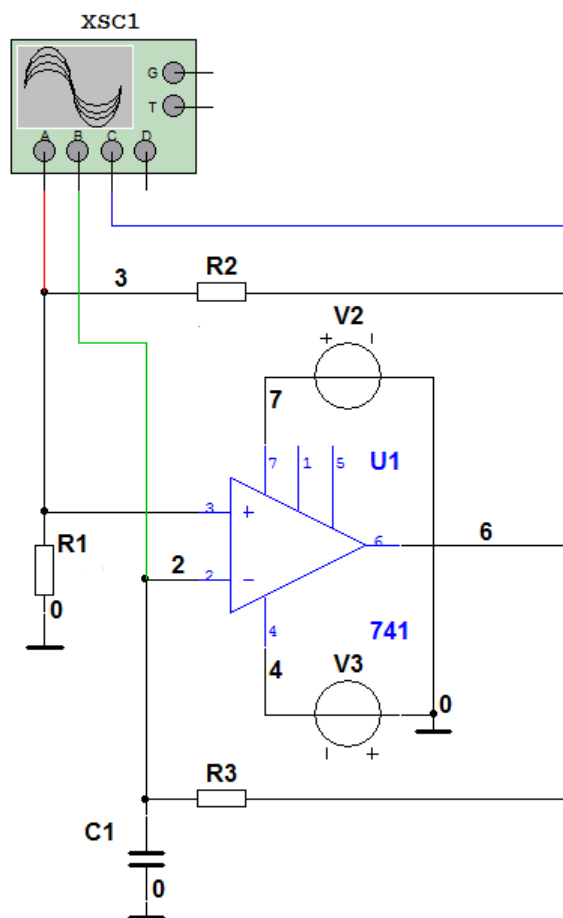

Рисунок 13 Схема симметричного мультивибратора
6.1 Собрать схему симметричного мультивибратора (рис. 13) или использовать готовую модель (OU-5.ms10).